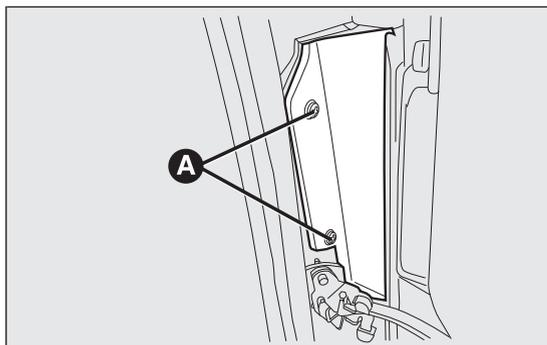
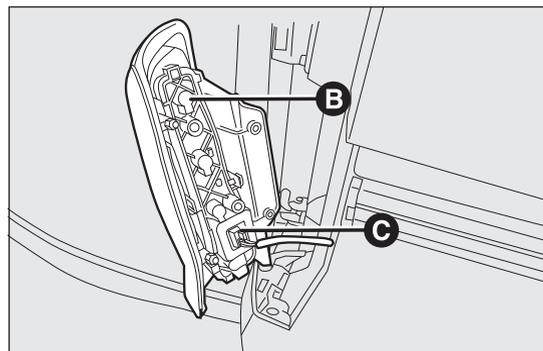

fig. 147
fig. 148
- svitare le viti A fig. 147 in modo da accedere al gruppo ottico B fig. 148;
- sfilare il connettore C fig. 148.